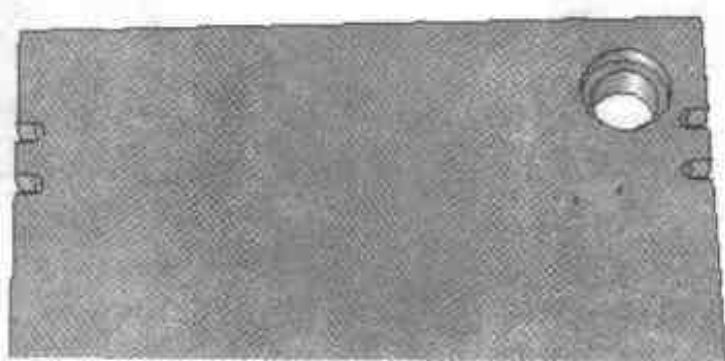

图 2.150 生成导柱孔
- (3) 再引入一个直径为 80, 深度 20 的同心孔, 如图 2.150 所示。